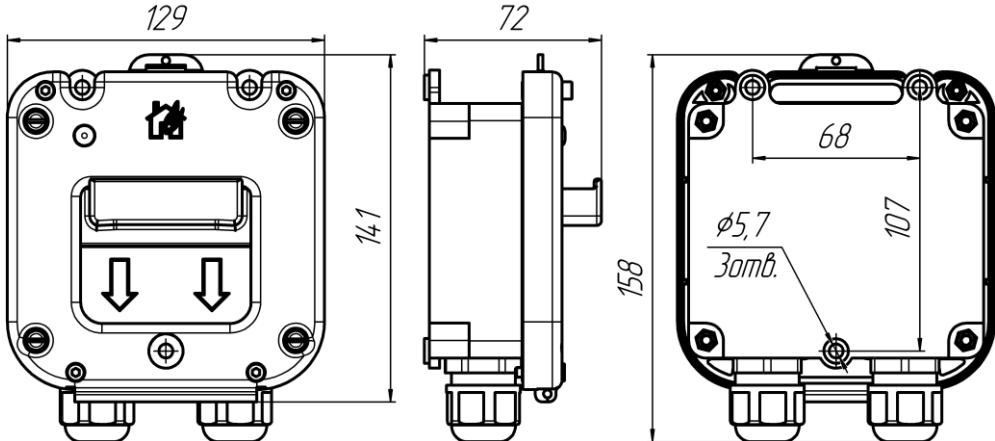

Рис.3. Габаритные размеры извещателя
2.4. Конструктивно извещатель состоит из пластикового корпуса, все части которого выполнены из антистатического пластика с поверхностным сопротивлением не более 10^9 Ом/см² при температуре (23 ± 2) °С и относительной влажности $(50\pm5)\%$ в соответствии с ГОСТ 31610.0-2014 (IEC 60079-0:2011), основание которого с электронным блоком закрепляются на стене помещения. Затем лицевая панель с приводным элементом шурупами крепится к основанию. Корпус извещателя по требованию заказчика может быть оборудован герметичными пластиковыми кабельными вводами для подведения проводников диаметром от 6 до 14мм или от 11 до 17мм, герметичными вводами МКВ (см. таблицу) из нержавеющей стали марки 12Х18Н10Т, предназначенными для различных вариантов прокладки кабеля количеством 2 шт. Элементы конструкции извещателя показаны на рис.1. Габаритные размеры извещателя показаны на рис.3.